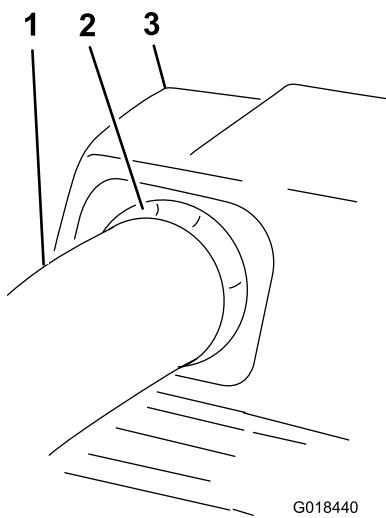

Figura 30
11. Tragei uor tubul superior, astfel încât elementul de etanare se extinde în exterior și peste tubul inferior (Figura 30).